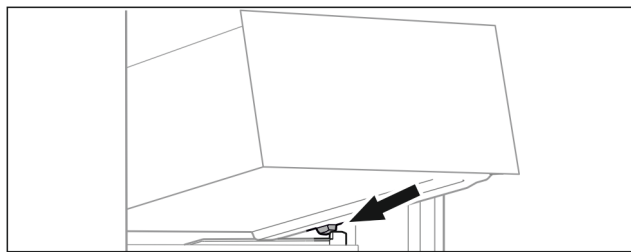

Fig. 119
- ▶ Наклоняя вниз, установите выдвижной ящик за стопору на контейнерное ребро. (см. Fig. 119)